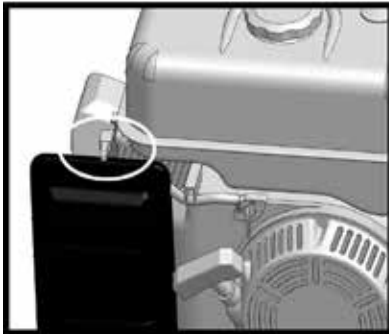
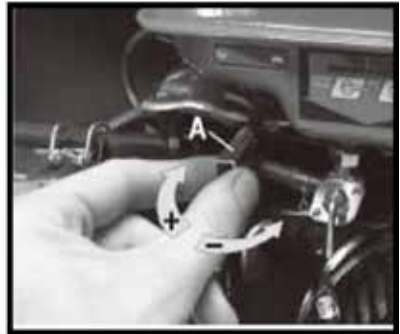

Fig. 3 - Choke
Fig. 4 - Gasreglage
8. För chokereglaget till stängt läge (CLOSE) (fig. 3) och sätt gasreglaget till läget för lågt varvtal (fig. 4).